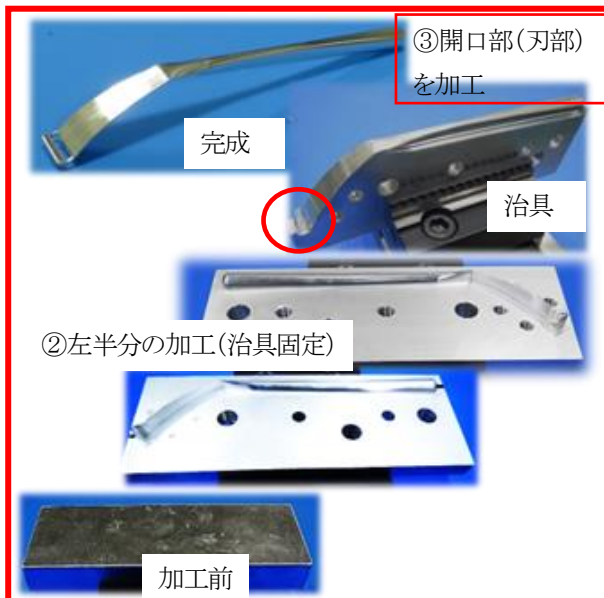

図4 切削加工の流れ
①右半分の加工→②左半分の加工→③開口部（刃部）の加工
②と③では、被削材をクランプする部分が無くなるため、製作した固定用の治具に装着し、クランプした（図4）。